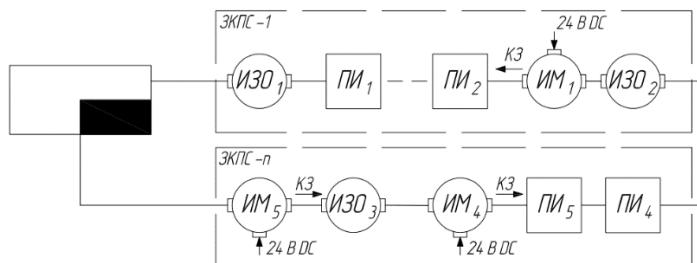

Рисунок 9 – Схема структурная включения ИМ-Ex-П в кольцевую двухпроводную АЛС для имитации обрыва и КЗ между ЗКПС
8.5 Размещение ИМ-Ex-П в двухпроводной АЛС для имитации обрыва и КЗ между ЗКПС (рисунок 9).